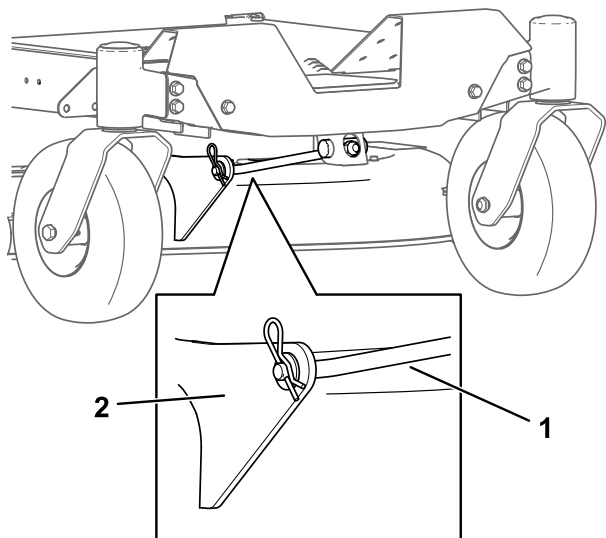

Figura 71
5. Rimuovete la coppiglia dall'asta di supporto frontale e rimuovete l'asta dalla staffa del piatto di taglio (Figura 71).
8. Montate l'asta di sostegno anteriore sul piatto di taglio con il perno con testa e la coppiglia a forcina (Figura 71).